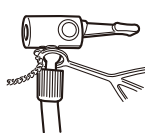

図10
- 1 口金の口金レバーが図10のようにおきていることを確認します。